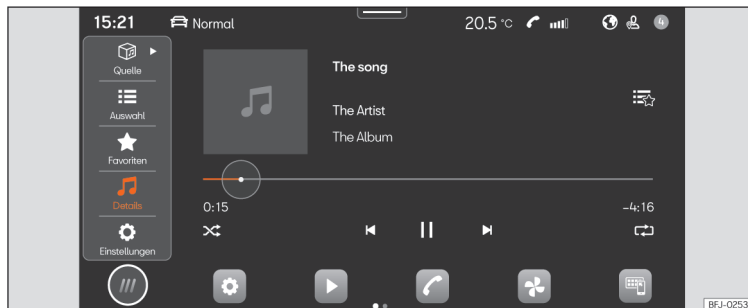

Abb. 138 Schematische Darstellung: Ansicht Medien.
- Drücken Sie **HOME > ► ► ► [Abb. 138]**.